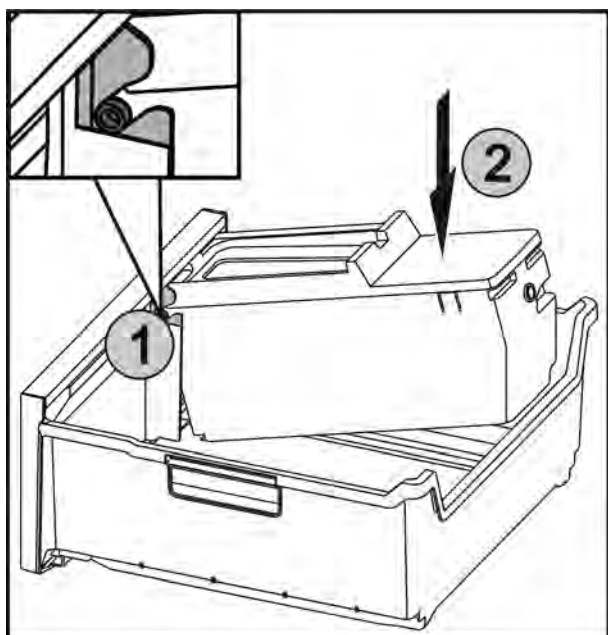

Fig. 70
- ▶ Вставить оси Fig. 70 (1) на EasyTwist-Ice в направляющие и вдавить заднюю сторону Fig. 70 (2) до фиксации наклейки.